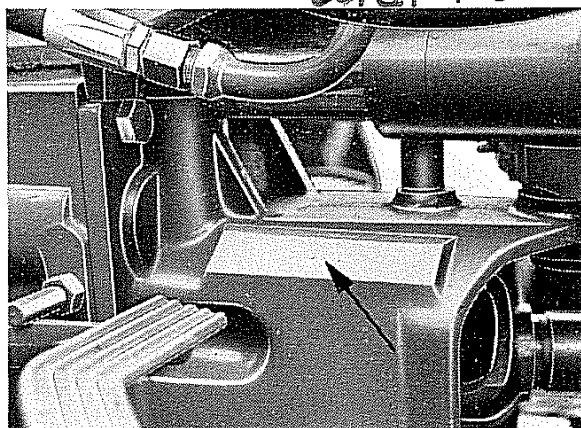

Fig. 35 - Identificazione trattrice
N.B. - Sia la sigla del modello che il numero della trattrice si trovano stampigliati sull'apposita targhetta metallica oppure nel punto indicato dalla freccia in fig. 35.